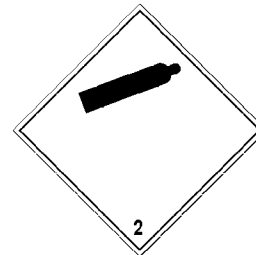

Fig. 5
- Per quanto riguarda il trasporto su strada pubblica, le bombole di aria compressa con una pressione superiore a 2 bar sono soggette alle norme GGVSE e ADR sul trasporto dei materiali pericolosi. Le bombole di aria compressa o l'imballo di trasporto devono essere contrassegnati con l'etichetta di pericolo 2.2, ai sensi della sottosezione 5.2.2.2 ADR (osservare la Fig. 5).